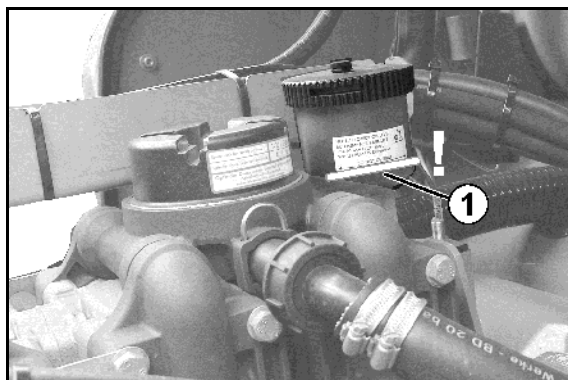

Fig. 197
2. Fjern skruerne (Fig. 197/1).
3. Tag ventildækslet (Fig. 197/2) af.
4. Ventilgruppen (Fig. 197/3) afmonteres.
5. Tag ventiltætningsringen (Fig. 197/4) og O-ringen (Fig. 197/5) ud.